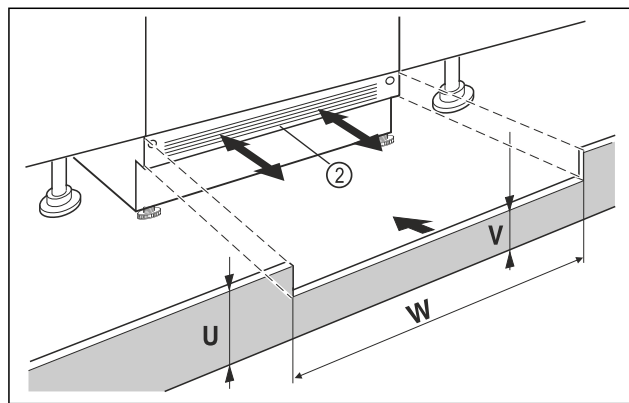

Fig. 96 Примерное изображение
- ▶ Установите цокольную панель устройства Fig. 96 (2), но еще не фиксируйте ее.
- ▶ Если цокольную панель Fig. 96 (2) видно, потяните её вперед настолько, пока передний край вентиляционной решетки не станет вровень с цокольной панелью мебели.
- ▶ Если цокольная панель Fig. 96 (2) скрыта, сдвиньте её назад как можно дальше.
- ▶ Вентиляционное отверстие должно быть полностью открытым: При необходимости следует подрезать цокольную панель мебели по высоте Fig. 96 (U)!
- ▶ Подгоните высоту перемычки Fig. 96 (W) по всей ширине ниши Fig. 96 (V) под цокольной панелью устройства Fig. 96 (2).